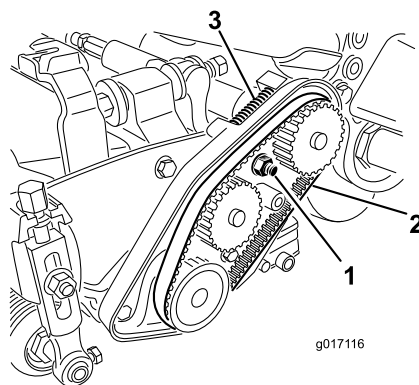

Figura 45
- A. Desaperte a porca de montagem da caixa dos rolamentos (Figura 45).
- C. Limpe quaisquer detritos do interior do compartimento da correia e que estejam em redor da mola de compressão (Figura 45).